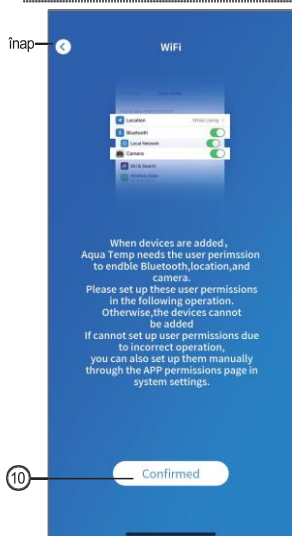

Fig.7 Interfața permisiune confirmată
1. Faceți **10** clic pentru a confirma permisiunea pentru bluetooth, locație și cameră (Fig.7);